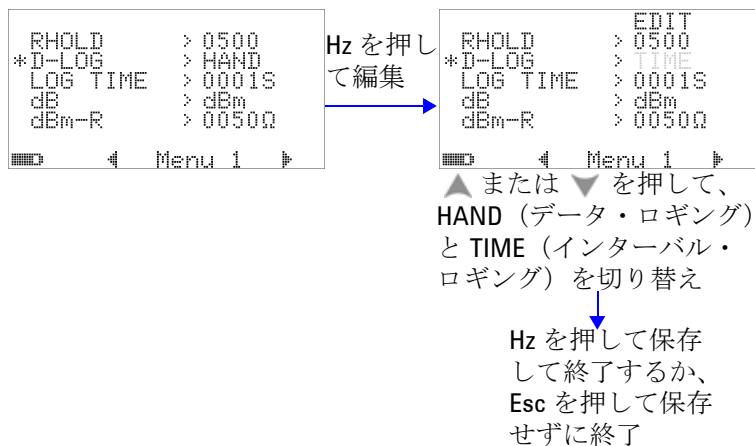

図 4-3 データ・ロギングのセットアップ
- 1 “HAND” に設定すると手動（ハンド）データ・ロギングがオンになり、“TIME” に設定するとインターバル（タイム）データ・ロギングがオンになります。図 4-3（90 ページ）を参照してください。